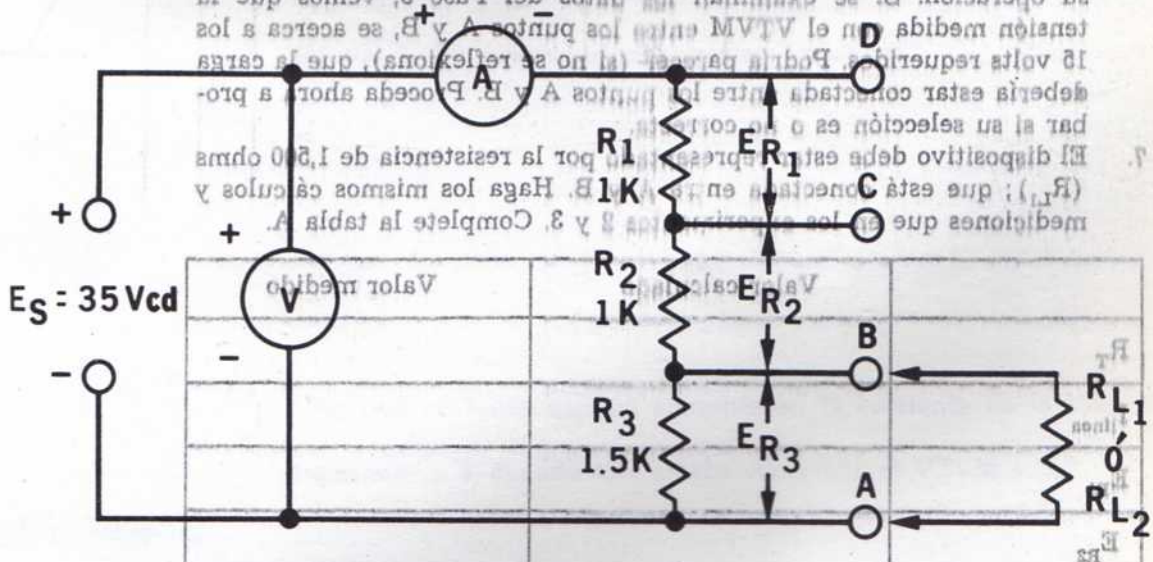

Fig. 16-1
1. Construya el circuito de la Fig. 16-1. No conecte la fuente de energía.
10. Una desventaja del divisor de tensión resistivo, es que debe consumirse energía. Calcule la energía total gastada en el circuito de la Fig. 16-1.
1. Diseñe y dibuje un diagrama del circuito de un divisor de tensión, similar al de la Fig. 16-1, que tenga un potencial de diez volts entre A y B, cuando una carga R_L de 5,000 ohms está conectada entre esos puntos.
3. ¿Cómo puede obtenerse una tensión de 12 volts del circuito divisor de la Fig. 16-1?